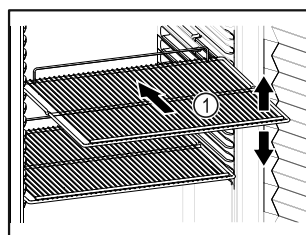

Fig. 55
- Legroosters Fig. 55 (1) afhankelijk van de benodigde hoogte aanbrengen.